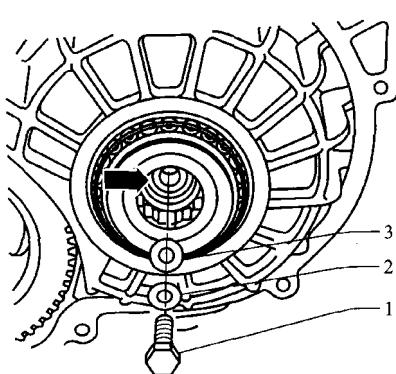
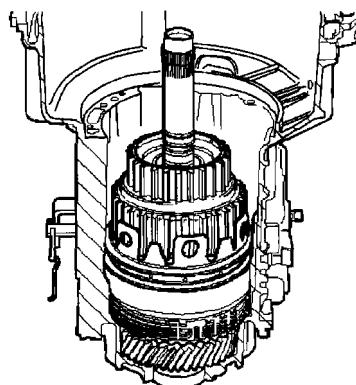

图 5-29 安装小输入轴螺栓
图 5-30 装入离合器 K1 和 K3
- (8) 安装带有垫圈和调整垫片的小输入轴螺栓,如图 5-29 所示。螺栓的拧紧力矩为 30 N·m。
(9) 用 ATF 沾湿推力滚针轴承垫圈,以便安装到 4 挡离合器 K3 上。
(10) 装入 1 至 3 挡离合器 K1 和 3 挡和 4 挡离合器 K3,如图 5-30 所示。